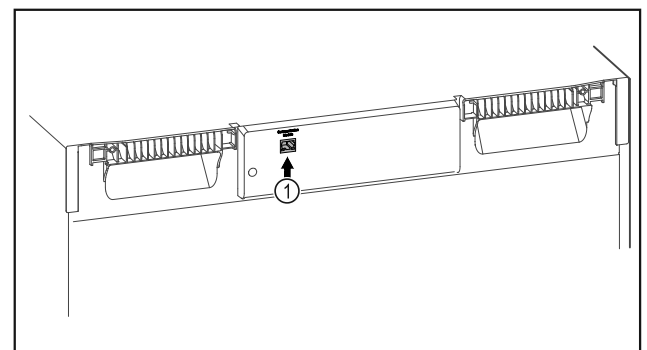

Fig. 131
- SmartModule Fig. 131 (1) este instalat.